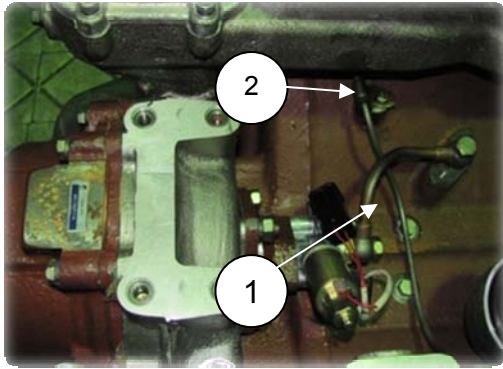

Рис. 6.58
3. Закрепить в развале блока трубку (1) дренажную кляммерами (2), подложив под кляммеры прокладки, собрать болты с шайбами, завернуть болты на 2-3 нитки от руки (рис. 6.58);